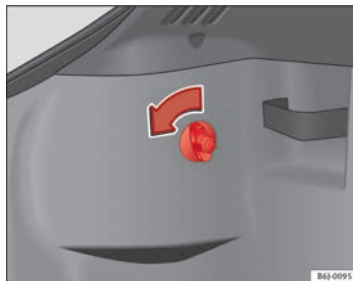

Fig. 162 Accesso ai fanali posteriori
- Ruotare la vite nel senso della freccia con la mano o aiutandosi con un cacciavite ⇒ fig. 162.
- – Togliere il connettore dall'alloggiamento (A) ⇒ fig. 162.